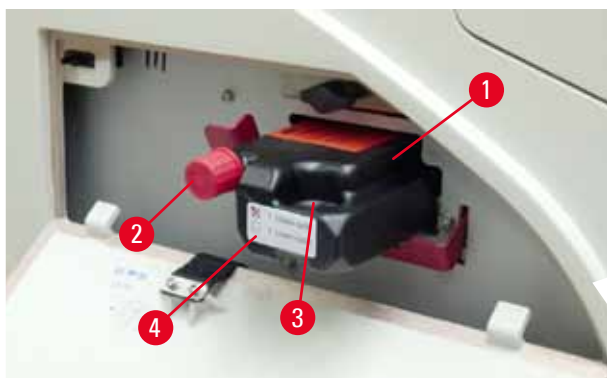

Fig. 54
3. Quite la lámina de protección e inserte el cartucho hasta la mitad en la ranura (→ "Fig. 54").